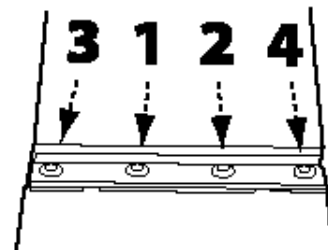

FIGURE 10
10. Remettre la barre de serrage et serrer les quatre vis de fixation de la barre de serrage sur le porte-outil. Serrer légèrement chacune des vis de serrage, en veillant à suivre la séquence représentée dans la Figure 10.